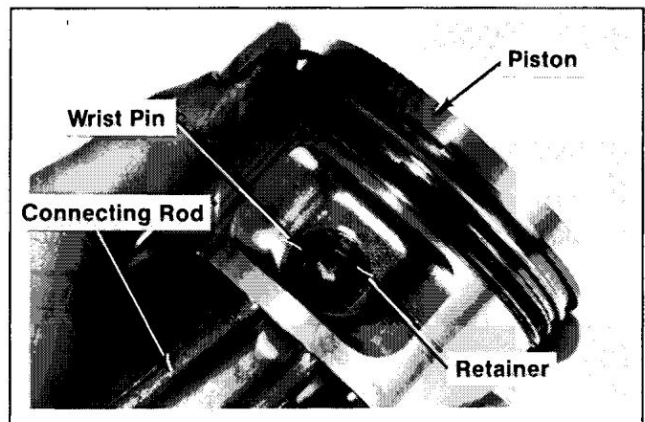

Figure 10-6. Retrait du piston de la bielle.
1. Retirez le dispositif de retenue et la goupille de poignet. Séparez le piston de la bielle. Reportez-vous à la Figure 10-6.